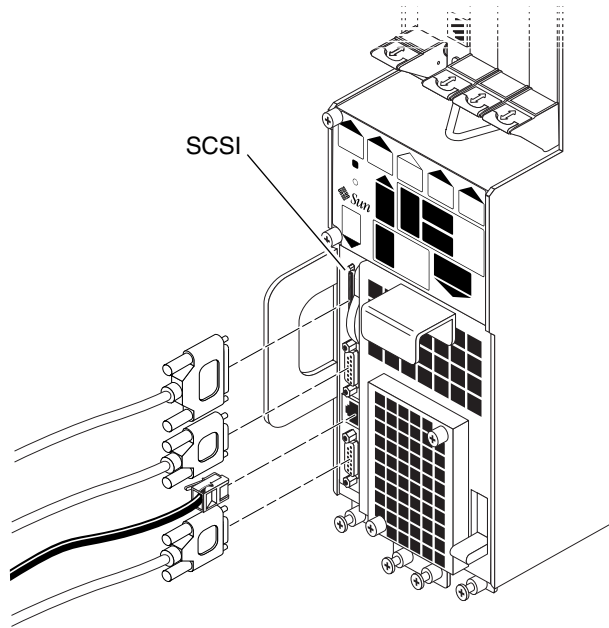
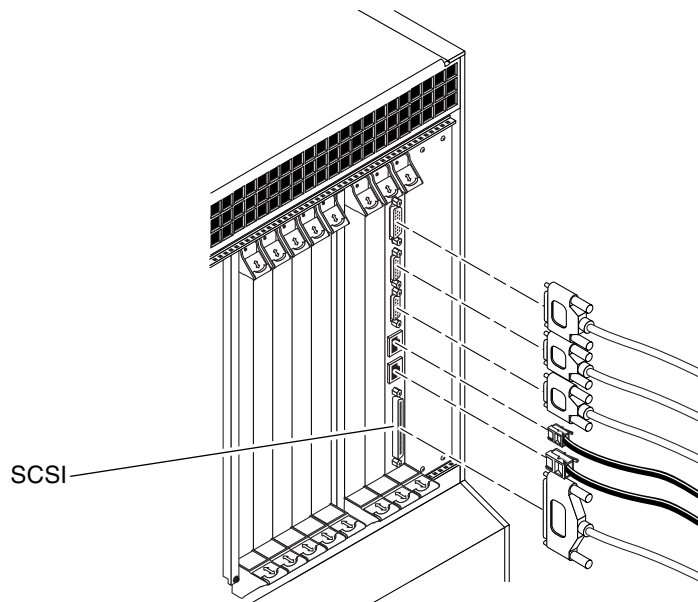
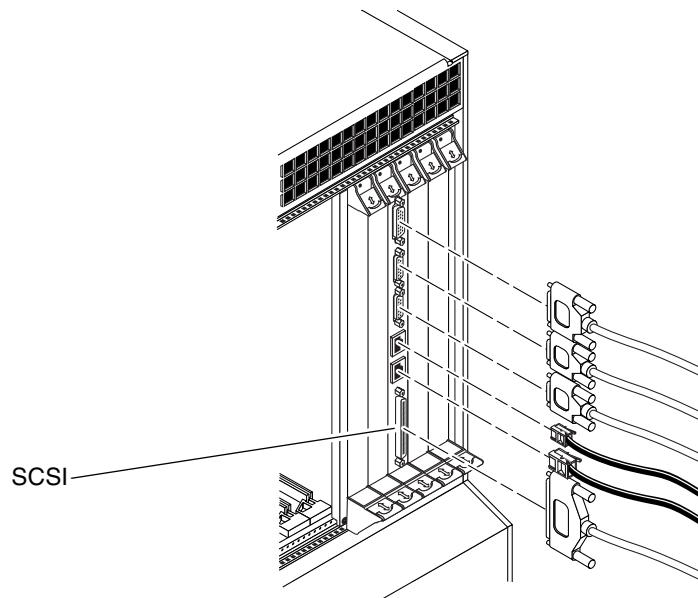

ABBILDUNG 5-43 Lage der SCSI-Schnittstelle der CPU-RTC (Netra ct 400 Server)
ABBILDUNG 5-44 Anschlüsse auf der CPU-RTC (Netra ct 800 Server)
ABBILDUNG 5-45 Anschlüsse auf der CPU-RTC (Netra ct 400 Server)
- Haben Sie ein Netra ct 400 Server-Modell mit Zugang von der Vorderseite, befindet sich die SCSI-Schnittstelle auf der CPU-FTC, die links neben der Stromversorgungseinheit installiert ist (ABBILDUNG 5-43).
- Wenn Sie ein Netra ct 800 Server- bzw. ein Netra ct 400 Server-Modell mit *Zugang von der Rückseite* haben, befindet sich die SCSI-Schnittstelle auf der CPU-RTC, die auf der Rückseite des Chassis im I/O-Steckplatz 1 (Netra ct 800 Server) bzw. im I/O-Steckplatz 3 (Netra ct 400 Server) installiert ist. ABBILDUNG 5-44 zeigt, wo sich die Schnittstellen auf der CPU-RTC im Netra ct 800 Server befinden, und ABBILDUNG 5-45 zeigt, wo sich die Schnittstellen auf der CPU-RTC im Netra ct 400 Server befinden. Die CPU-RTC für den Netra ct 800 Server ist identisch mit der CPU-RTC für den Netra ct 400 Server; lediglich ihre Position im Kartengehäuse auf der Rückseite ist unterschiedlich.
- Wenn Sie ein externes SCSI-Gerät an die CPU-FTC im Netra ct 400 Server bzw. an die CPU-RTC beider Netra ct Server anschließen, ist das VHDC-Ende des VHDC-zu-SCSI-3-Adapterkabels an die SCSI-Schnittstelle der TC anzuschließen (siehe ABBILDUNG 5-43, ABBILDUNG 5-44 bzw. ABBILDUNG 5-45).